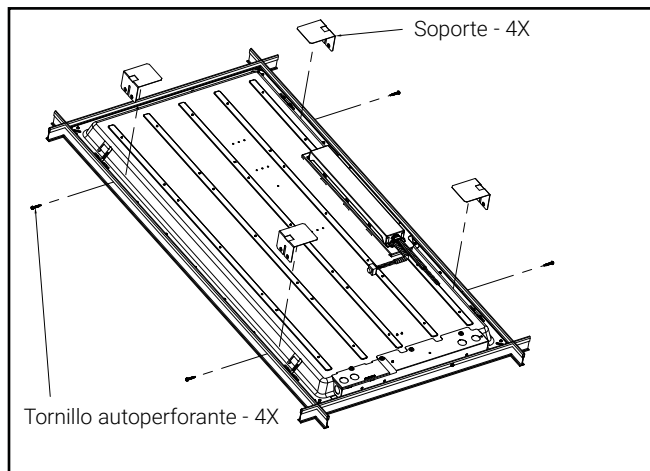

Imagen 7.
2. Presione los soportes hacia abajo hacia el luminario e instale los tornillos autoperforantes incluidos. (Imagen 7)